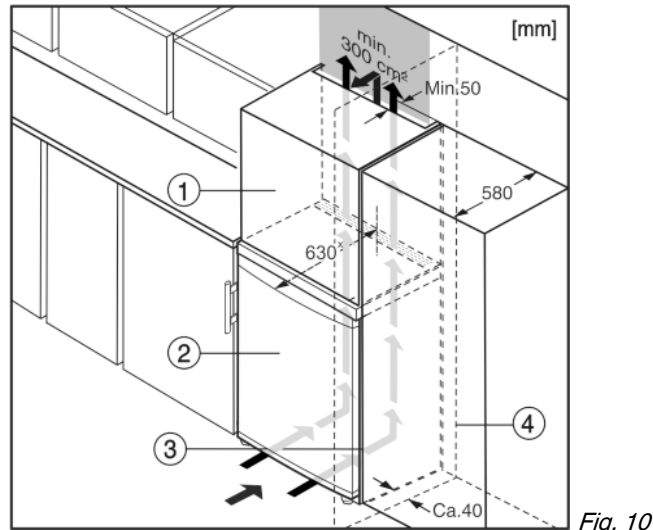

Fig. 10
Spotřebič lze zabudovat do kuchyňských skříní. K vyrovnání spotřebiče Fig. 10 (2) na výšku kuchyňské linky lze na přístroj nasadit nástavec Fig. 10 (1).
Při montáži do kuchyňských skříní (hloubka max. 580 mm) lze přístroj instalovat hned vedle kuchyňské skříně Fig. 10 (3). Přístroj přesahuje přední stěnu kuchyňské skříně na stranách o 34 mm \* a uprostřed o 50 mm \*.
Když se přístroj instaluje závěsy vedle stěny Fig. 10 (4), musí být vzdálenost přístroje od stěny alespoň 40 mm. To odpovídá přesahu madla při otevřených dveřích.\*